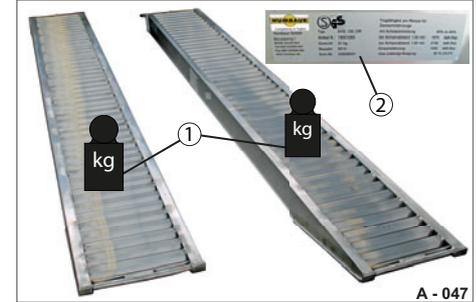

Abb. 54 Auffahrbohlen prüfen
- ▶ Vergewissern Sie sich, dass das Aufladefahrzeug die max. Tragfähigkeit (Abb. 54/1) der Auffahrbohlen nicht überschreitet.
- ▶ Vergleichen Sie die max. Werte auf dem Typenschild (Abb. 54/2) der Auffahrbohlen.